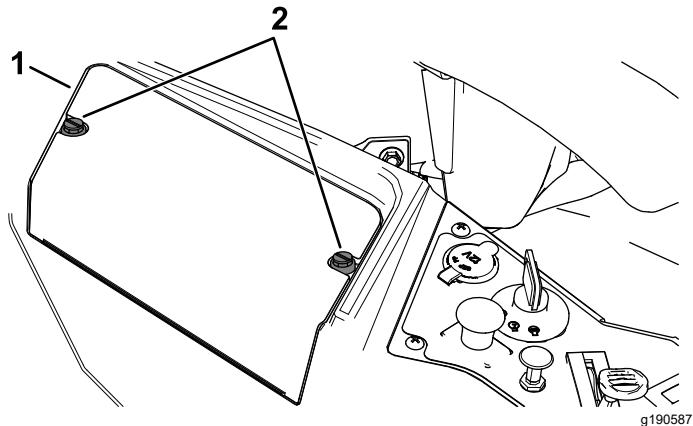

Figura 57
- Desaperte as duas fixações na cobertura da bateria no sentido contrário ao dos ponteiros do relógio 1/4 de volta e retire a cobertura (Figura 57).